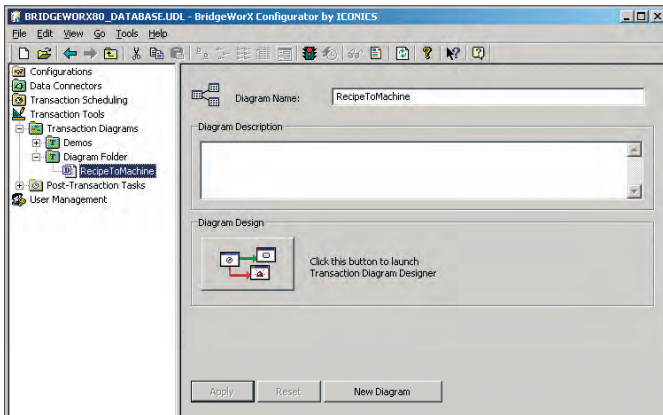

Рис. 49. Свойства диаграммы транзакции
- Присвойте новой транзакции имя **RecipeToMachine** и нажмите кнопку **Apply** (Применить). Транзакция отобразится на левой панели Конфигуратора (рис. 49).